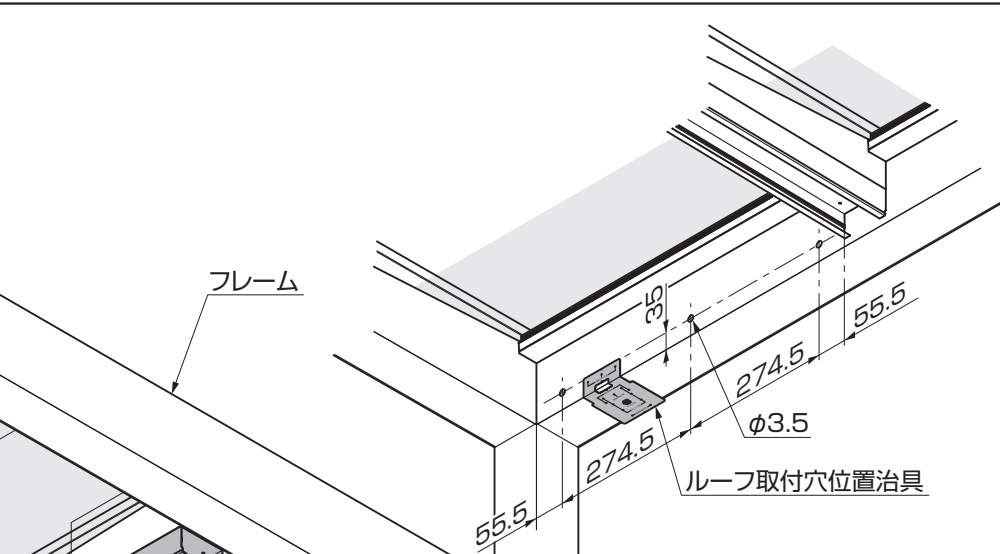
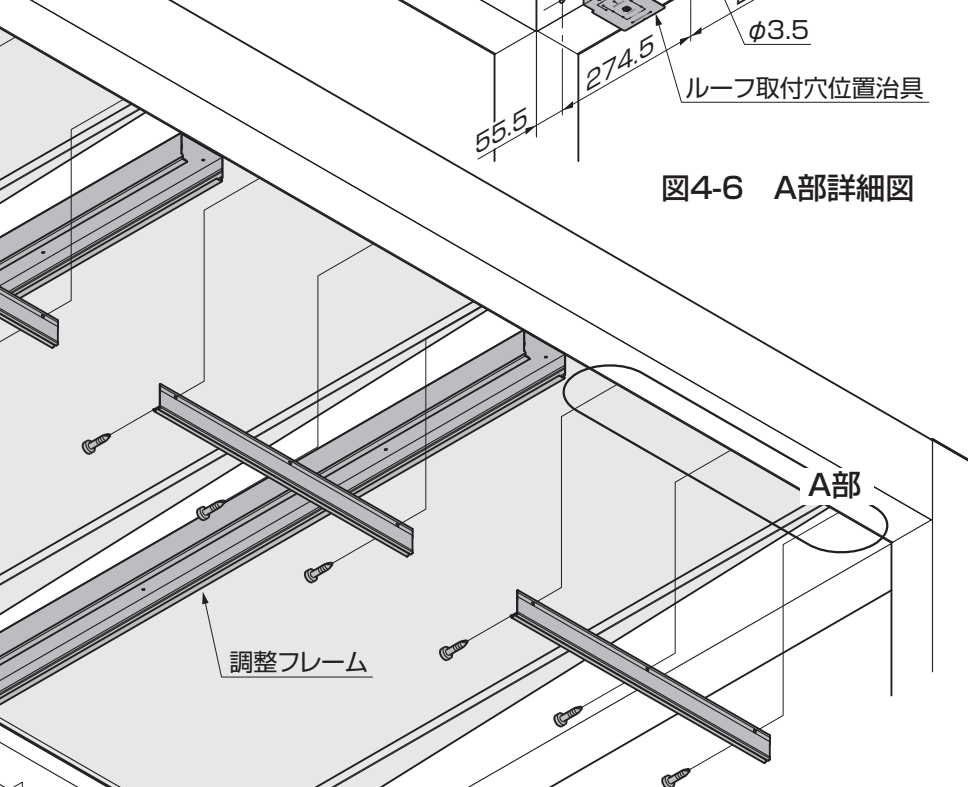

図4-6 A部詳細図
図4-5 A部詳細図
③フレームにφ3.5の下穴をあけ天井横枠Bを寸法の位置に【1-1】で取付けてください。(図4-5、図4-6参照)
- ルーフ取付穴位置治具を使うことで天井横枠取付け下穴の位置出しがしやすくなります。(図4-6参照)